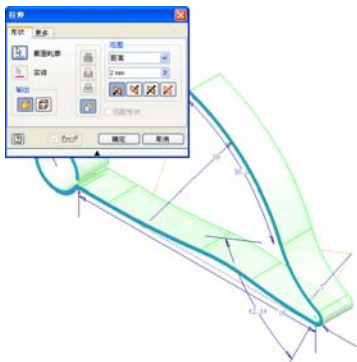

图 4-84 弹簧拉伸示意图
(2) 单击【草图】标签中的【完成草图】工具按钮，退出草图环境；单击【模型】标签栏【创建】面板上的【拉伸】工具按钮，打开【拉伸】对话框，选择绘制的草图图形作为拉伸截面轮廓，设置终止方式为【距离】，拉伸深度为 2mm，如图 4-84 所示的拉伸示意图所示。
(3) 单击【确定】按钮完成弹簧零件的拉伸。
(4) 在浏览器中选择【拉伸】特征，单击右键，选择打开菜单中的【自适应】选项，则弹